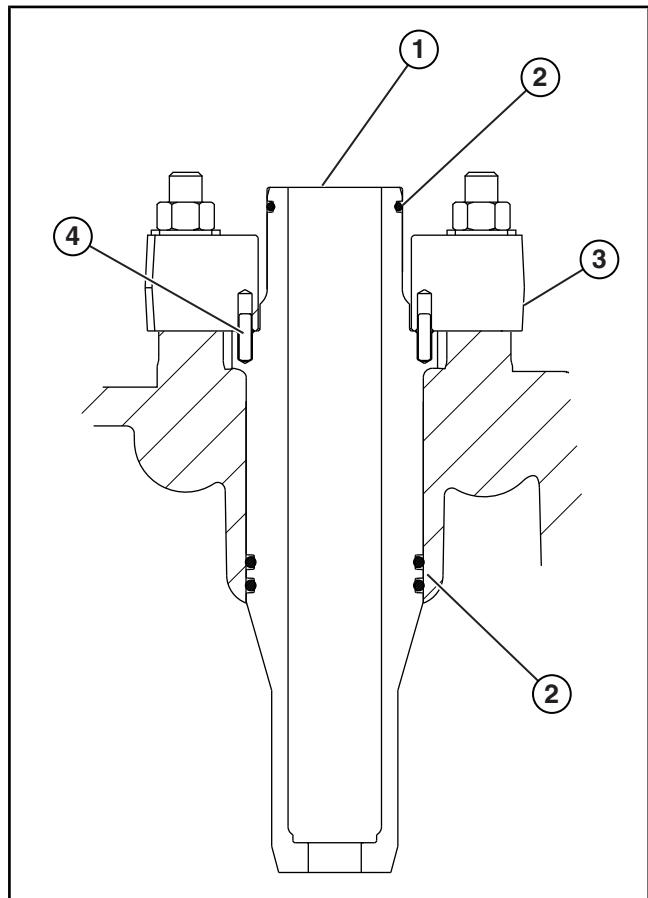

Рисунок 4.05-14: Установка удлинителя втулки свечи зажигания
3. Установите фланец на втулку свечи зажигания, используя два штифта для выравнивания компонентов. Установите втулку в головку цилиндра, выровняв отверстия втулки по двум шпилькам в головке цилиндра. Используйте деревянный нагель или резиновый молоток надлежащего диаметра для вдавливания втулки в головку цилиндра. (См. Рисунок 4.05-14).